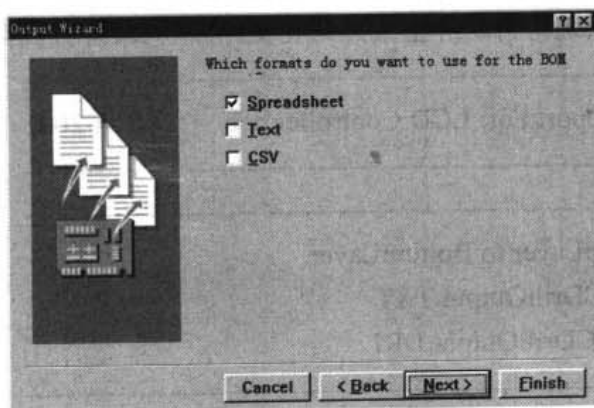

图 18-14 选择文件格式
- (3) 接着, 输入元件列表文件名称为 LCD Controller1, 再单击 Next 按钮, 弹出如图 18-14 所示的对话框, 在对话框中即可设置文件格式。